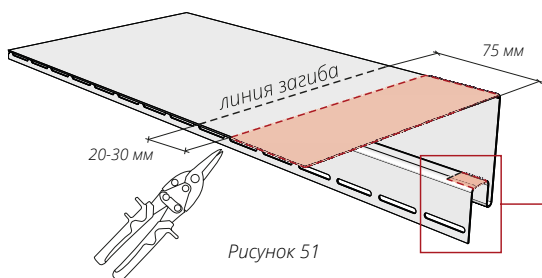

Рисунок 51
- 15.6** Отмерьте и проведите, согласно рис. 51, едва заметную линию на расстоянии 75 мм от торца околооконки. Это линия будущего загиба верхней околооконной планки. Отступите от этой линии расстояние 20-30 мм к внешней стороне, согласно рис. 51 и проведите еще одну линию, это линия реза. Подрезайте околооконку по разметке согласно рис. 50, 51, используя ножницы.